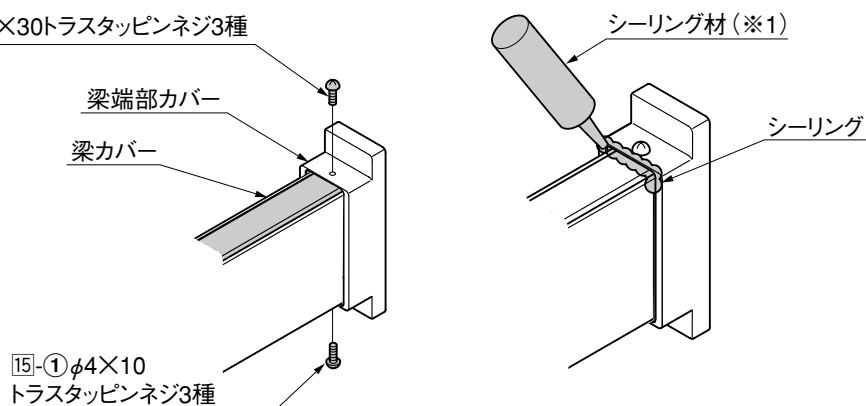

図12-14
- ④ 梁カバーを梁へはめ込み、梁端部カバーに15-②、15-①で固定してください。(図12-14参照)